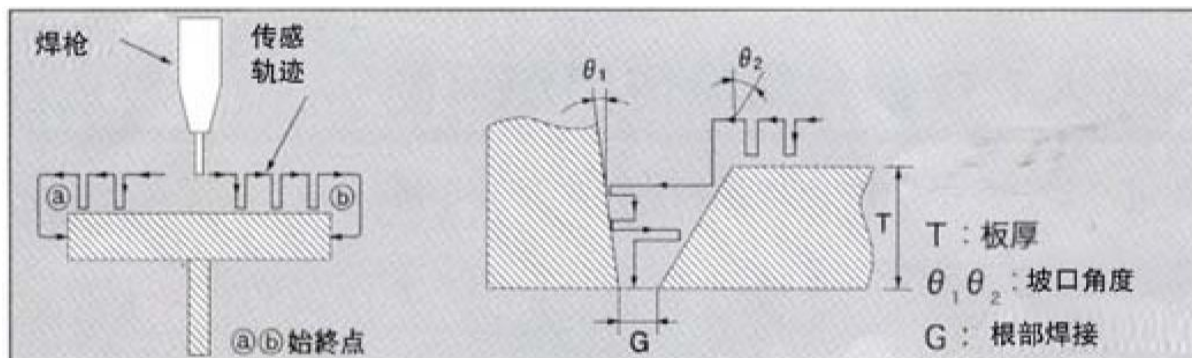

图3 全自动传感功能
- 具备全自动功能（全自动传感），不需要示教和繁琐的数据输入（图3）。